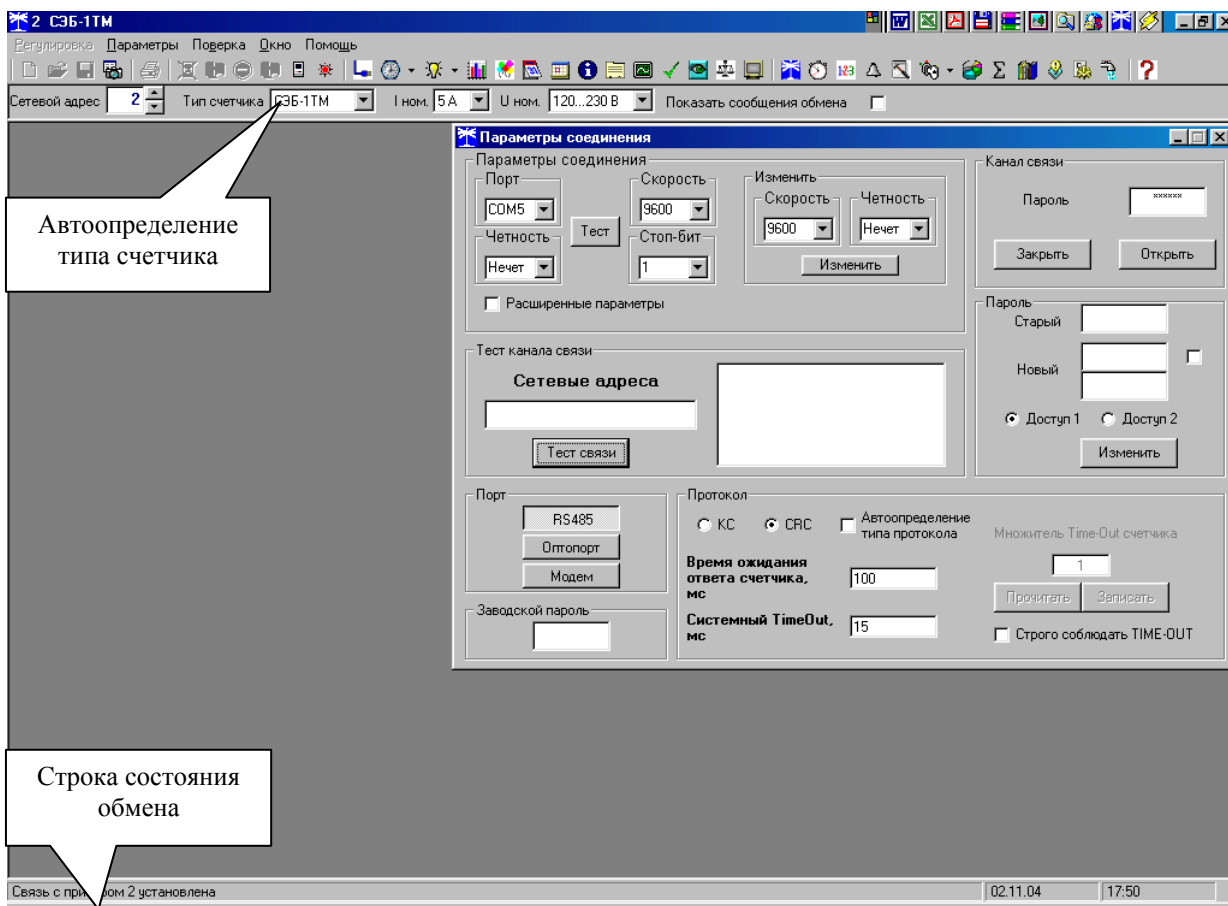

Рисунок 3 - Генеральная форма программы «Конфигуратор СЭТ-4ТМ»
5.2.10.1 Для считывания параметров и установок счетчика нужно нажать кнопку «Автоопределение типа счетчика» на панели инструментов генеральной формы (рисунок 3). При этом определяется тип счетчика, заполняются информационные окна «Тип счетчика», «Ином», «Уном» генеральной формы и вызывается форма «Параметры и установки», вид которой приведен на рисунке 4. Форму «Параметры и установки» можно вызвать из меню «Параметры».